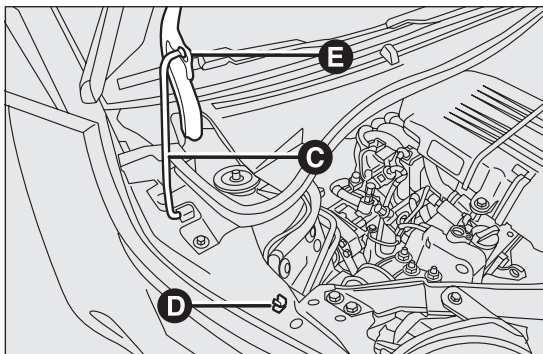

fig. 61
- sollevare il cofano e contemporaneamente liberare l'asta di sostegno C fig. 61 dal proprio dispositivo di bloccaggio D, quindi inserire l'estremità dell'asta nella sede E del cofano motore (foro grande) e spingere nella posizione di sicurezza (foro piccolo), come illustrato in figura.
- tenere sollevato il cofano con una mano e con l'altra togliere l'asta C fig. 61 dalla sede E e rimetterla nel proprio dispositivo di bloccaggio D